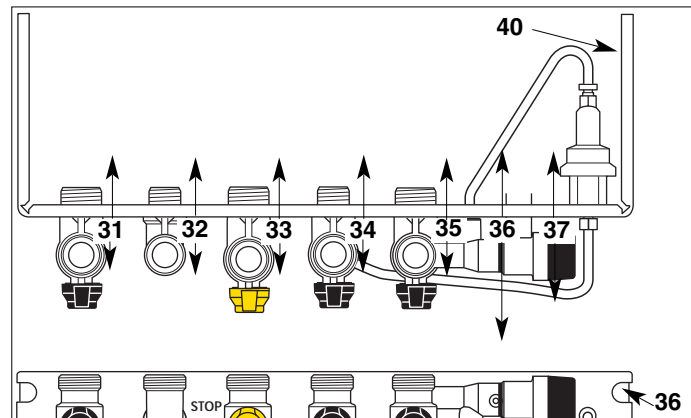

Fig. 22 - vues de dessus et de face
Barrette robinetterie (fig. 22)
3. Ouvrez l'arrivée du gaz en tournant le robinet gaz "33" (fig. 22, page 20), sur la position «  ».
- Coupez l'arrivée du gaz en tournant le robinet "33" (fig. 22, page 20), sur la position «STOP».